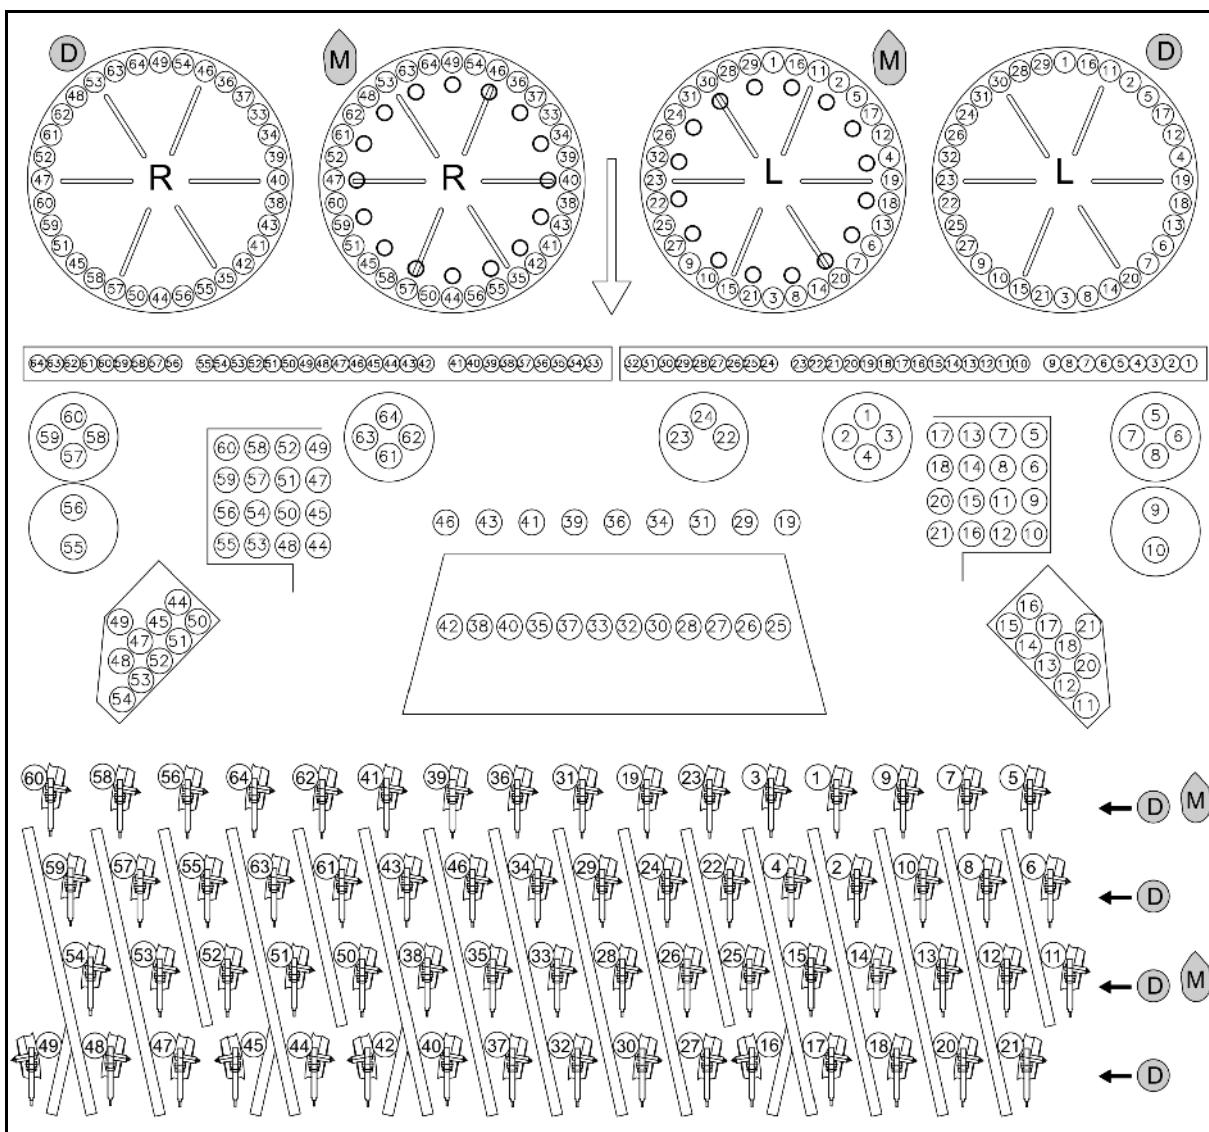

Рис. 37
- Кукуруза **M**: установите заглушки согласно Рис. 37.